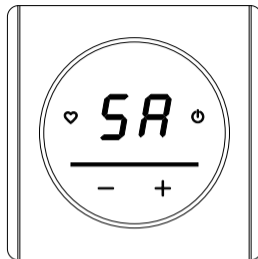

Abb. 10
6. Mit den Tasten "+" und "⏻" am Temperaturregler 3 Sekunden lang gedrückt, aktivieren Sie den EZ Config-Modus am Regler. Mit den Abständen von 0,5 Sekunden die Taste "⏻" beginnt rot zu blinken und auf dem Display erscheinen die Symbole „SC“ (Abb. 10).